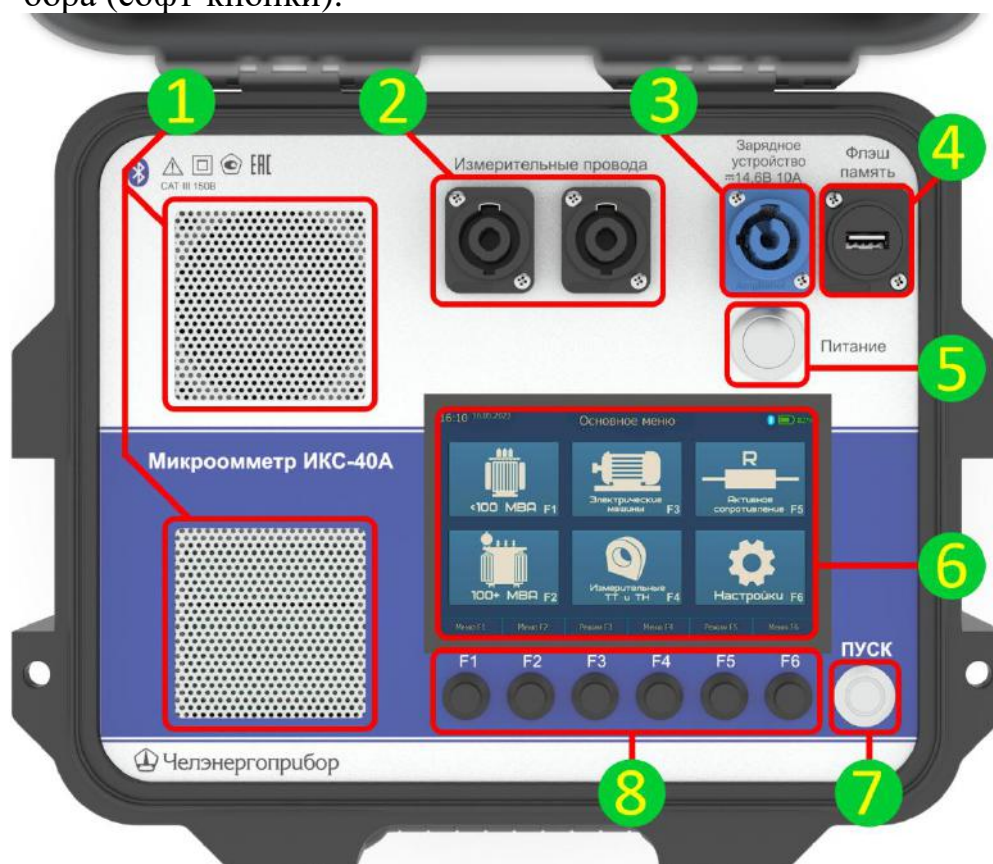

Рис. 2. Внешний вид прибора ИКС-40А
1.4.2. Внешний вид прибора ИКС-40А приведён на рис. 2.
- 2.2.2. Управление прибором может осуществляться с помощью сенсорного ввода, а также с помощью аппаратных кнопок (7,8 рис. 2). Описанные способы управления для основных функций прибора являются дублирующими и взаимозаменяемыми. Благодаря чему оператор может использовать наиболее удобный в каждой конкретной ситуации вариант.
- 2.2.3. Софт-кнопки (8 рис. 2) выполняют различные функции в зависимости от текущего режима работы прибора. Текущие актуальные функции для каждой из кнопок отображаются на панели софт-кнопок (5 рис. 3). Например, в основном меню, представленном на рис. 3 каждая из софт-кнопок закреплена за отдельным пунктом меню и нажатие на нее приведет к выбору этого пункта.